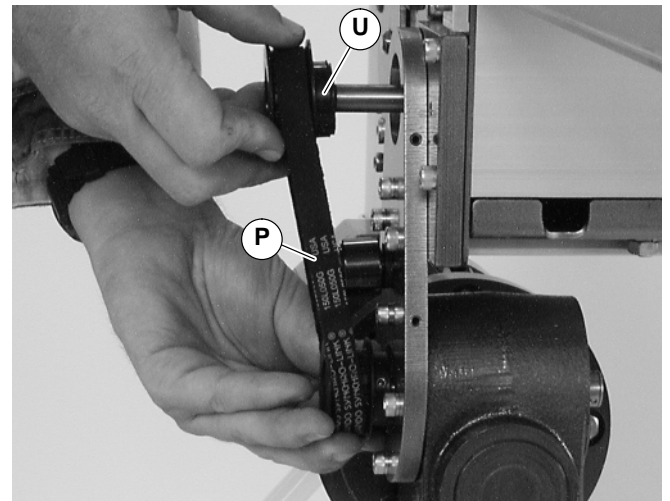

Abbildung 13
HINWEIS: Falls der Zahnriemen nicht über die Zahnscheibenflanke gleitet, die Madenschrauben der Abtriebszahnscheibe (U siehe Abbildung 13) lösen, und Zahnscheibe samt Riemen abnehmen (P). Für erneute Installation siehe Schritte 6 und 7 auf Seite 6.
3. Zahnriemen (P siehe Abbildung 13) entfernen.